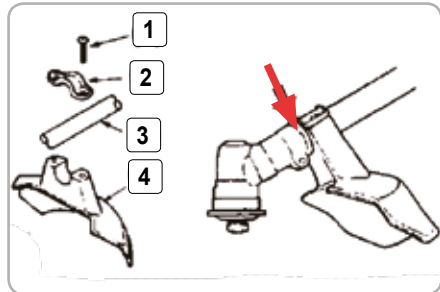

Fig.4
**Montarea protecției: Fig. 4**